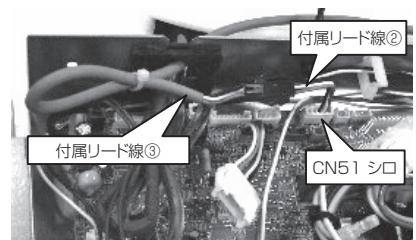

図3-6
- 3) 付属リード線②を使用して本体制御基板の CN51 (シロ) にコネクターを確実に差込んでください。(図3-6)